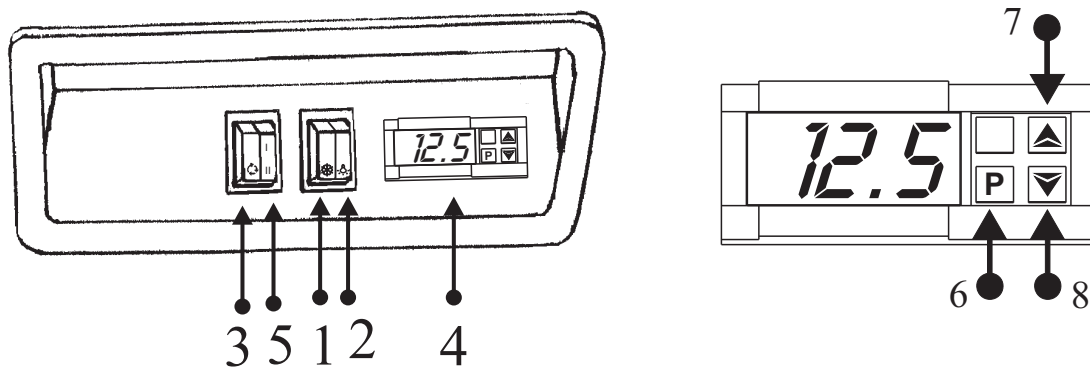

FIG. 8
1. Aprire la porta. 2. Afferrare con le mani la guarnizione ed estrarla dall'incastro nel profilo della porta. 3. Sostituirla con la nuova guarnizione, avendo cura di premere in successione su tutto il perimetro (Vedi Fig.8).